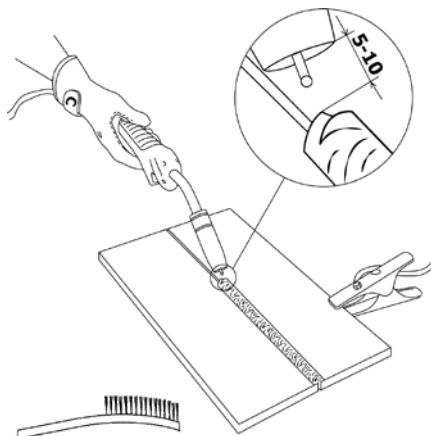

Рис. 9.20. Перед началом работы.
17. Начинайте сварочный процесс (См. рис. 9.20).
Перед началом работы не забудьте проверить следующее (См. рис. 9.20):